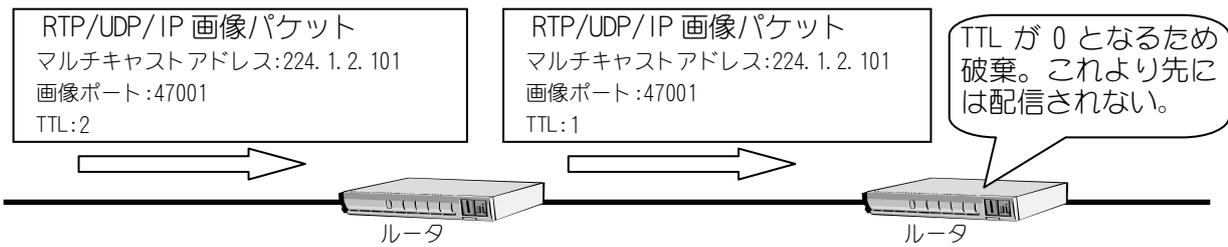

図 15-7 TTL について
- (1) TTL (Time To Live) とはパケットの有効期間を示す値で、図 15-7に示す様にルータ等を経由するたびに値が 1 減算され、TTL 値が 0 になった時点で、ルータ等がパケットを破棄します。
- (2) カメラに設定される TTL 値は、RTP/UDP/IP プロトコルによる画像パケットにのみ適用されます。制御パケット、TCP/IP プロトコルの画像パケットには適用されません。
- (3) ルータを使用してカメラ画像配信を行う場合は、経由するルータの段数に注意して TTL 値を設定してください。